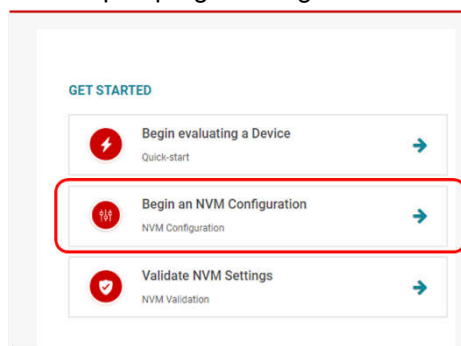
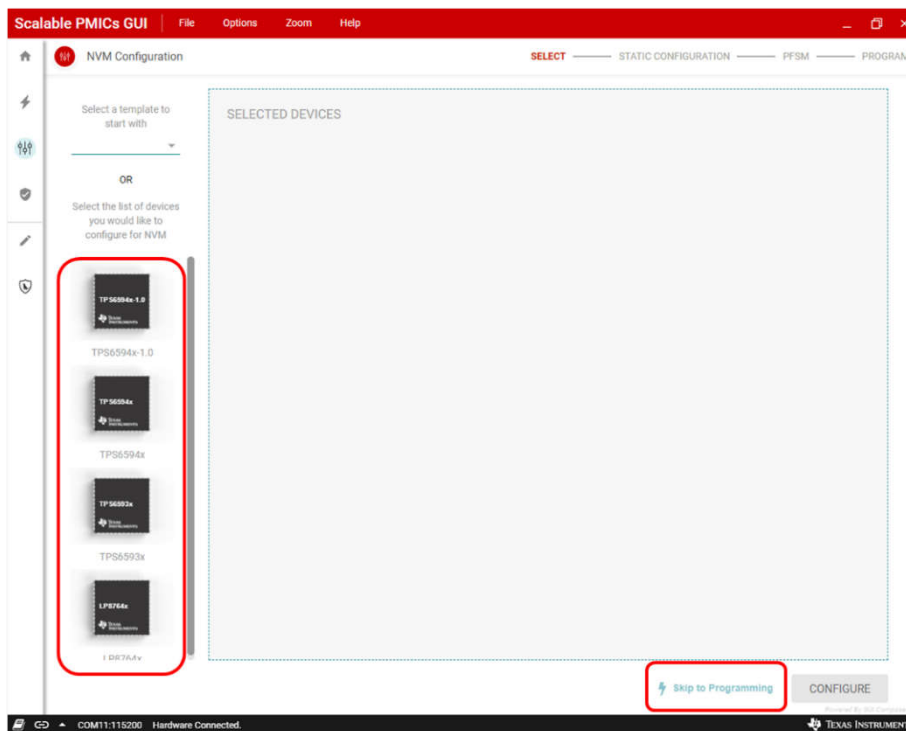

图 5-1. Begin an NVM Configuration 按钮
图 5-2. NVM Configuration 界面
1. Scalable PMIC GUI 软件提供了更新 NVM 的工具，如图 5-1 所示，在软件主界面点击右上角的 **Begin an NVM Configuration** 按钮，进入如图 5-2 所示的 NVM 编辑界面。在此界面左边选择对应的器件型号，此时右下角 **skip to programming** 亮起，点击 **skip to programming** 按钮。